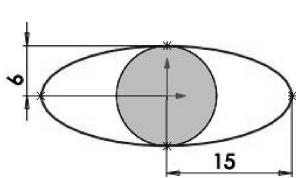

图 3-42 绘制瓶底草图
- 05 进入草绘环境，在前视基准面中绘制如图 3-42 所示的椭圆形，长距和短距分别为 15mm 和 6mm。